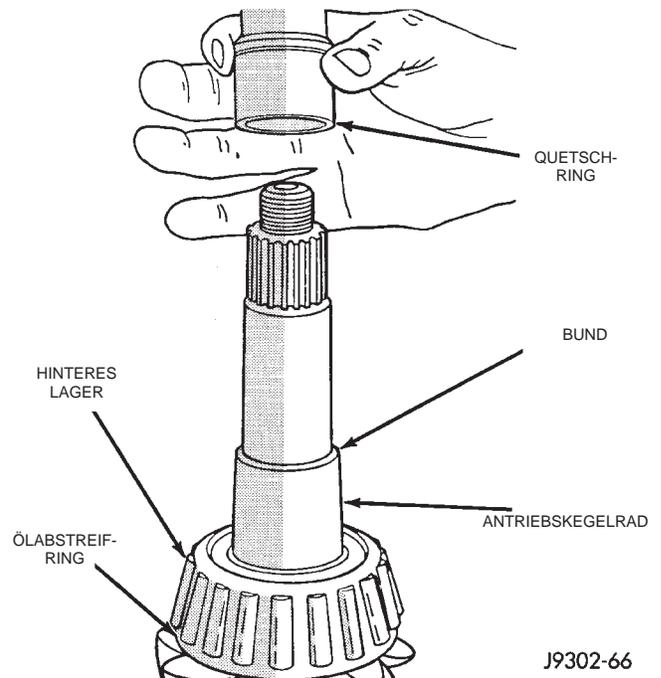

Abb. 38 Quetschring
(11) Quetschring für die Einstellung der Vorspannung ausbauen (Abb. 38).